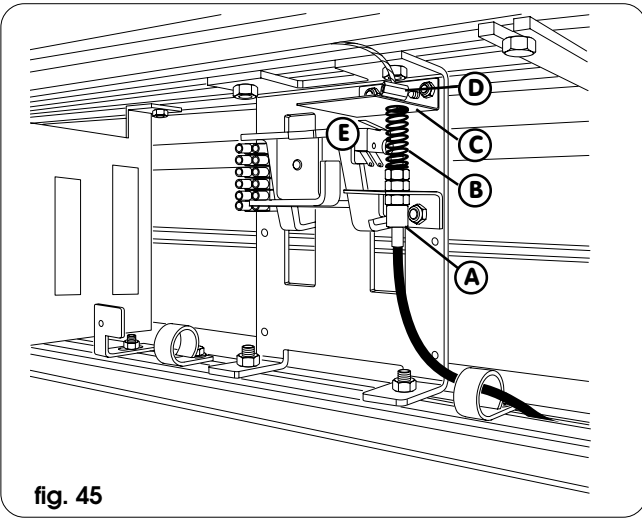

fig. 45
- Coloque el cable con vaina en la guía del perfil cárter inferior y corte la vaina (no el hilo de acero), previendo la longitud suficiente para llegar al cerrojo (fig. 45) sin dejar curvas estrechas.
- Introduzca el hilo de acero en el regulador del cerrojo, que deberá estar regulado al mínimo (ref. A fig. 45) y, a través del muelle (ref. B fig. 45), hágalo salir por el orificio situado en el angular (ref. C fig. 45).
- Tense adecuadamente el hilo de acero y coloque la grapa de sujeción (ref. D fig. 45) prestando atención a que el angular, en reposo, no active el microinterruptor (ref. E fig. 45).
- Compruebe que tirando del pomo de desbloqueo, el angular desbloquee el cerrojo y presione sobre la palanca del microinterruptor hasta activarlo; si fuera necesario regule con el regulador (ref. A fig. 45).